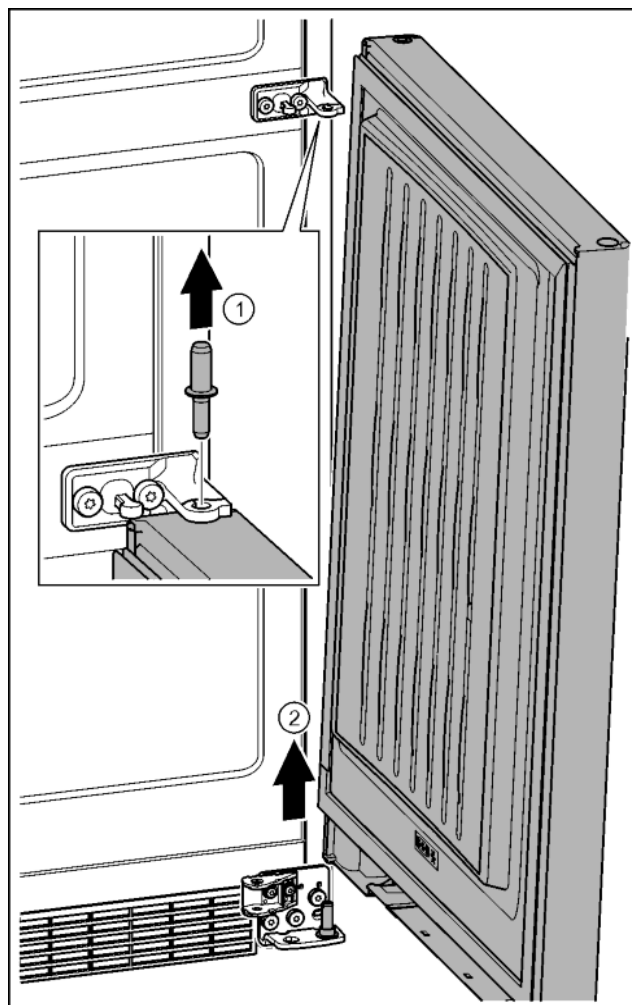

Fig. 25
- ▶ Felfelé húzza ki a csapszeget. Fig. 25 (1)
- ▶ Az ajtót fordítsa ki, húzza fel, és tegye félre. Fig. 25 (2)